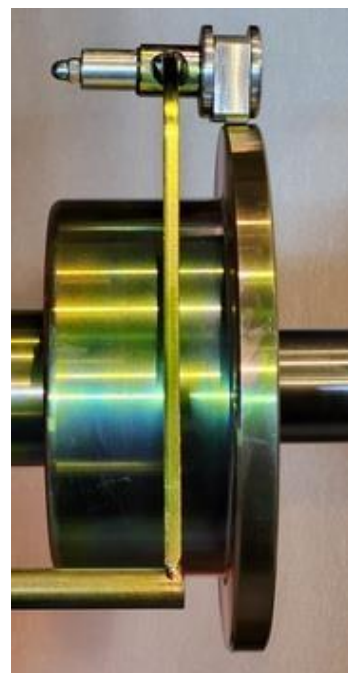
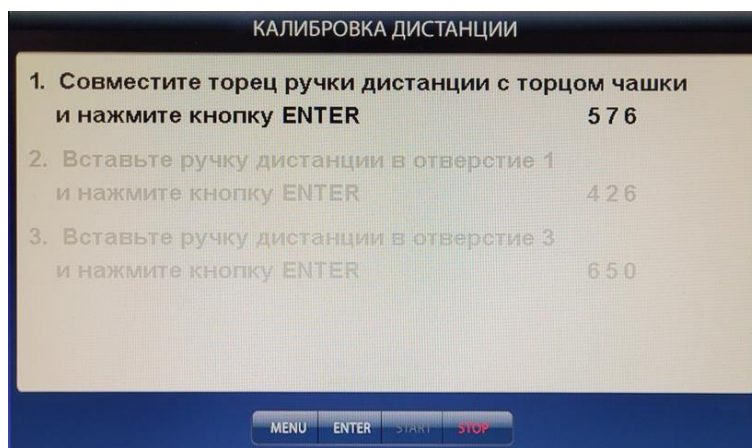

Рис. 22.2.
Рис. 22.3.
Нажмите кнопки «MENU», «Далее», «Калибровка». Откроется окно КАЛИБРОВКА. Выберите п. 2 «Калибровка дистанции» откроется окно КАЛИБРОВКА ДИСТАНЦИИ (рис.22.3). Выдвиньте штангу ввода параметров, совместите торец наконечника рукоятки с торцом чашки, как показано на (рис. 22.2) и нажмите кнопку «ENTER». В окне КАЛИБРОВКА ДИСТАНЦИИ выделится второй пункт: «Вставьте ручку дистанции в отверстие 1, нажмите кнопку «ENTER»
**Примечание 1:** Если вы хотите откалибровать только тракт измерения дистанции и не переходить к калибровке тракта измерения диаметра, то после выполнения пункта 1 (рис. 22.3) нажмите кнопку «START». Появится надпись «параметры записаны» и на экране появится изображение основного рабочего экрана.